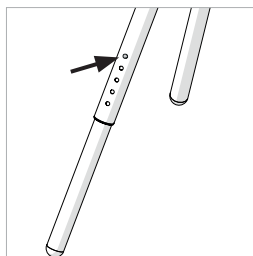

Fig. 3
- Tryck in det inre benets låsstift (**Fig. 3**) och dra försiktigt ut det inre benet till önskad position.
- Justera alla fyra (4) ben så att de alla är inställda på samma längd.